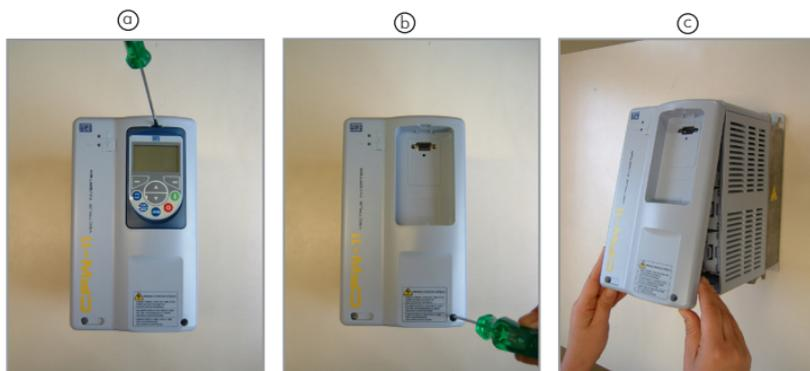

Figura 2: Remoção da tampa frontal
**Passo 1:** Com o inversor desenergizado, retire a tampa frontal do CFW-11 (figura 2);